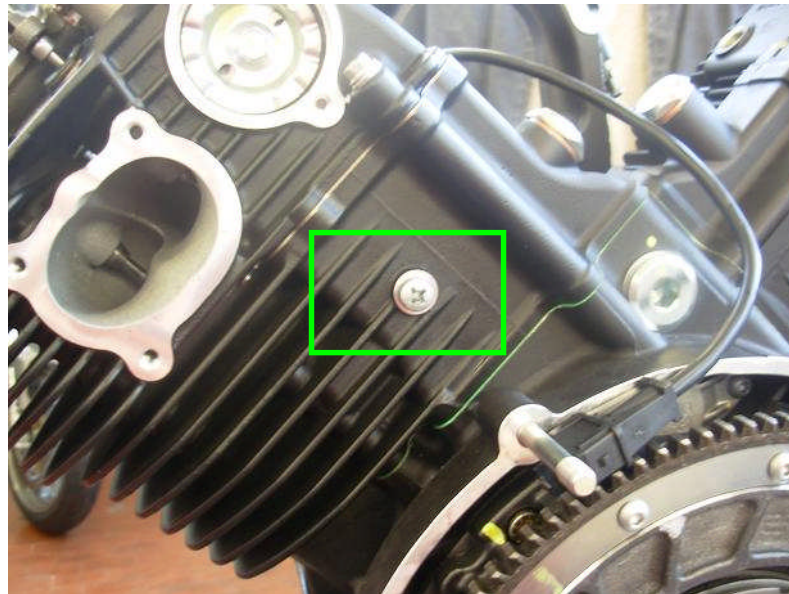

Fig. 1
- 2) Retirar el tornillo de cierre del orificio para liberar el tensor de la cadena, visible en la parte exterior del cilindro (fig. 1) **(en circulación y en stock)**